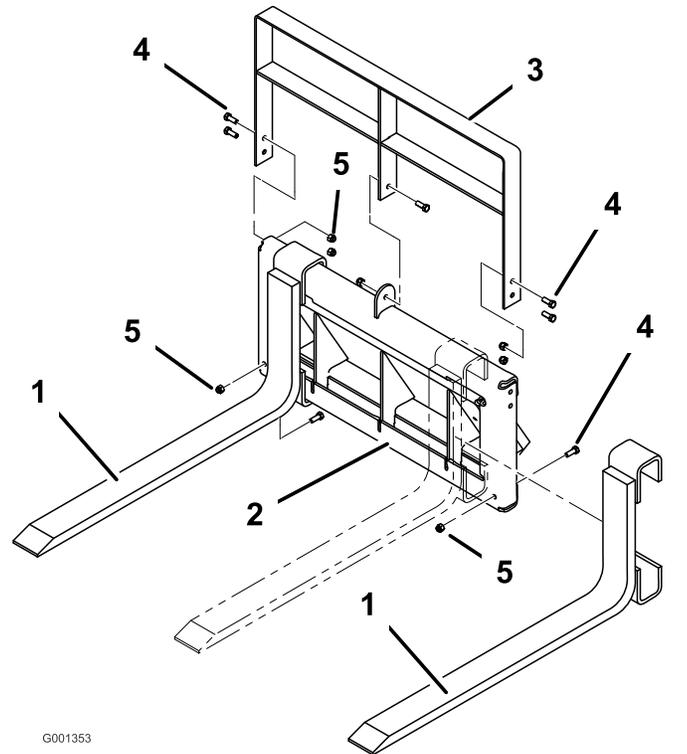

Bild 3
1. Montieren Sie die Gabel auf den Rahmen der einstellbaren Gabel wie in **Bild 3** dargestellt und sichern Sie jeden Zinken mit einer Schraube ($\frac{3}{8}$ " x 1") und einer Sicherungsmutter ($\frac{3}{8}$ "
2. Montieren Sie den oberen Rahmen der Gabel wie in **Bild 3** dargestellt über der Baugruppe und befestigen Sie ihn mit 5 Schrauben ($\frac{3}{8}$ " x 1") und 5 Sicherungsmuttern ($\frac{3}{8}$ "